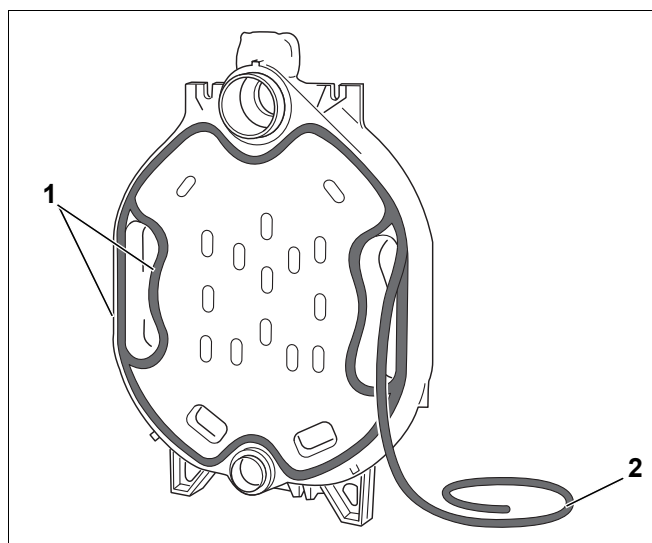

Рис. 11 Укладка уплотнительного шнура (шнур КМ)
- ▶ Уложите эластичный шнур (шнур КМ: рис. 11, [2]) в пазы на передней стороне задней секции (рис. 11, [1]), начиная с верхней ступицы, и слегка прижмите его. На стыках уложите уплотнительный шнур внахлест примерно на 2 см и хорошо прижмите друг к другу.